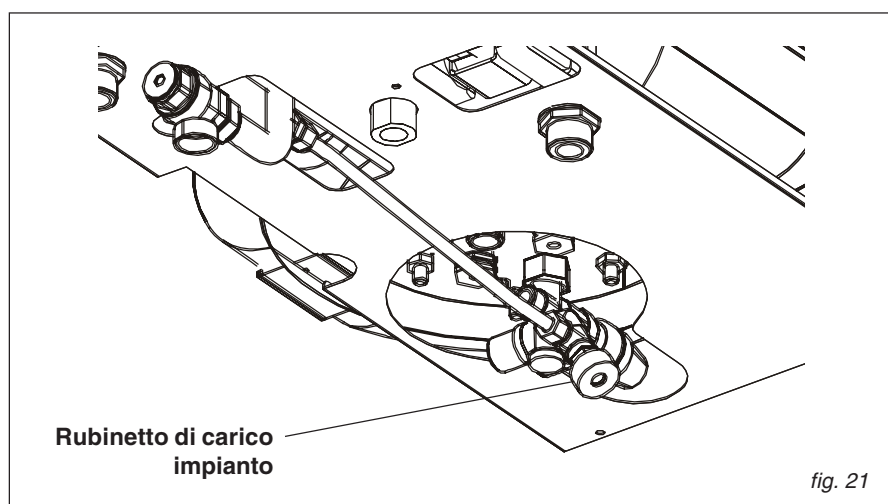

fig. 21
- aprire gradualmente l'apposito rubinetto di carico presente in caldaia (rif. fig. 21) accertandosi che le eventuali valvole di sfogo aria automatiche, installate sull'impianto funzionino regolarmente.